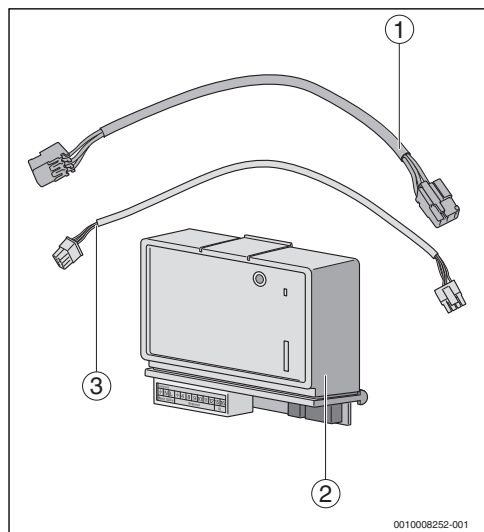

Рис. 2 Комплект поставки (модуль BRM10)
- Модуль BRM10 со штекером горелки и с SI-штекером (→ рис. 2, [2])
- Провод шины SAFe (→ рис. 2, [3])
- Провод подключения к сети (→ рис. 2, [1])